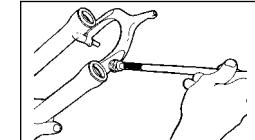

Fig. 6
- Appicare grasso Judy Butter alla superficie delle boccole superiori e riempire completamente la tasca fra i bordi della guarnizione Resi-wiper (fig. 6). Importante: per i migliori risultati, evitare di usare grassi al litio. Alcuni di questi prodotti possono diventare appiccicosi, grigi o ammassarsi se usati per lubrificare le boccole. Quando ciò si verifica, un funzionamento regolare della forcella risulta fortemente limitato e le prestazioni sono notevolmente ridotte. Se si usa grasso al litio, verificare la qualità e le condizioni del grasso ogni 25 ore di utilizzo per assicurarsi che il grasso stia funzionando in maniera adeguata. Provare un altro tipo di lubrificante, se si hanno problemi.